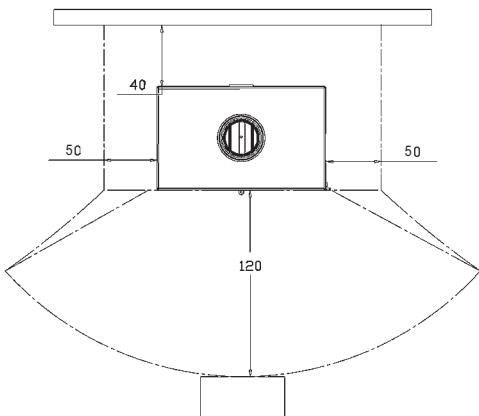

Bild 4A
a) um genügend Wärmeisolation zu sichern, sind die minimalen Sicherheitsentfernungen der hinteren und seitlichen Fläche von entflammmbaren Gegenständen, d.h. von feueranfälligen Gegenständen (Möbel, Holzflächen, Stoffe usw.) zu beachten (siehe Bild 4A). Alle minimalen Sicherheitsentfernungen stehen auf dem Produkt und dürfen NICHT geändert werden.